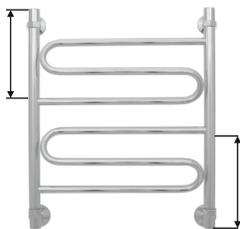

Рис. 4
**ПРИМЕЧАНИЕ!** Для моделей «Элегия», «Шарм», «Иллюзия» диагональное подключение будет эффективно только при подключении к длинным участкам коллекторов (см. рис. 4, 5, 6).